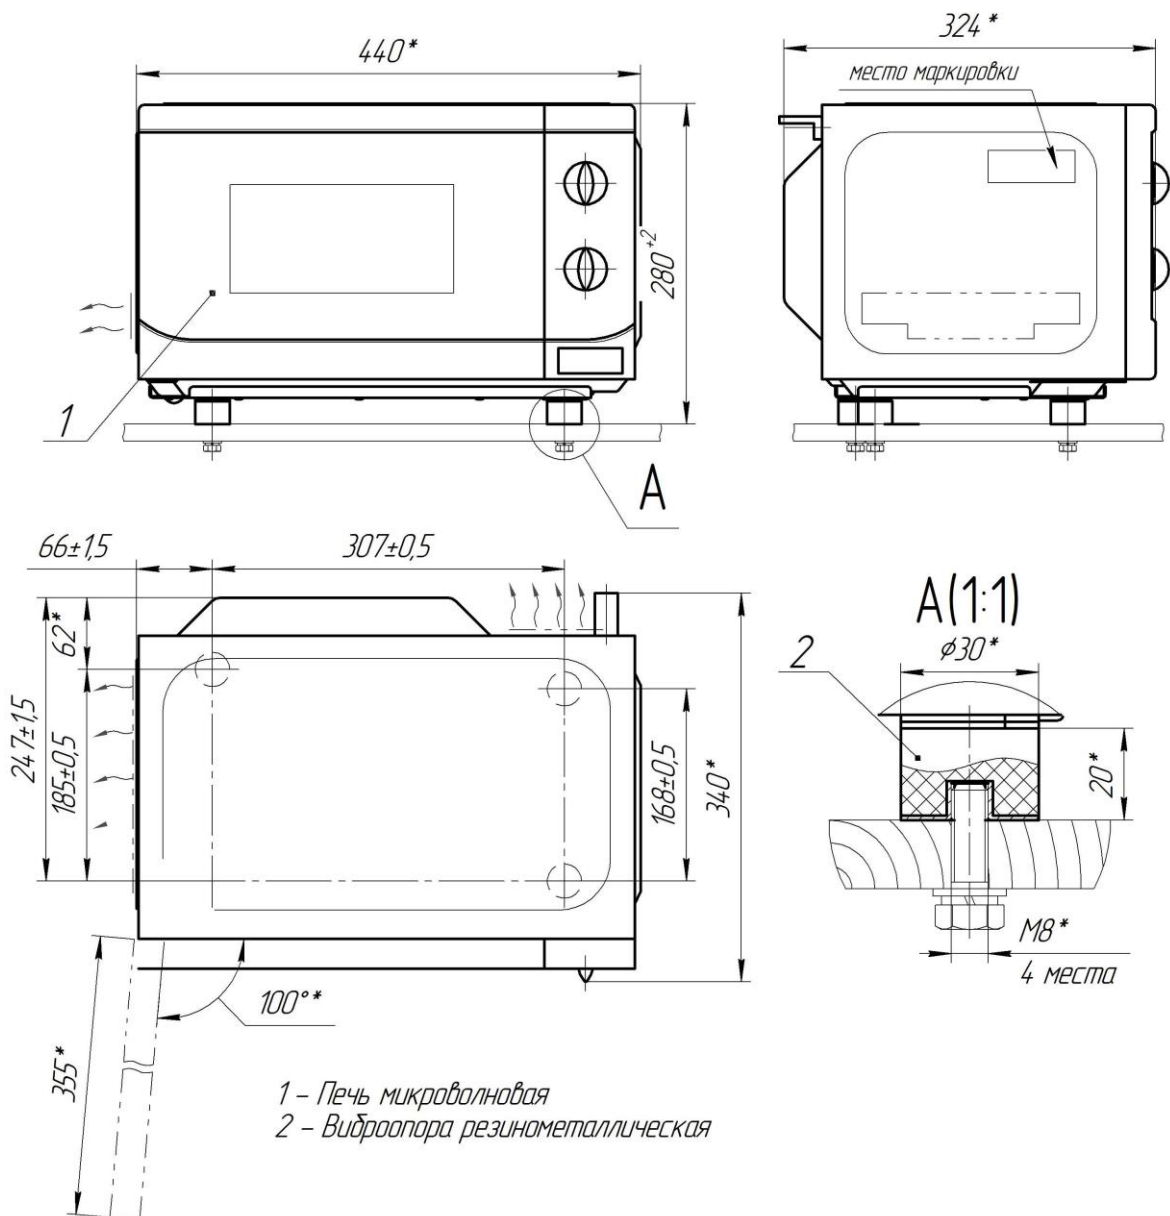

Рисунок 1 - Габаритные и установочные размеры печи
Печь предназначена для приготовления пищи, разогревания и размораживания пищевых продуктов. Печь дополнительно оборудована установочными элементами для неподвижного закрепления на плоской горизонтальной поверхности и реле температуры (см. рис.1).
4.3 Закрепление печи (см. рис.1) осуществляется через отверстия в неподвижном основании с помощью крепежных элементов диаметром 8 мм (см. рис.1 вид А).